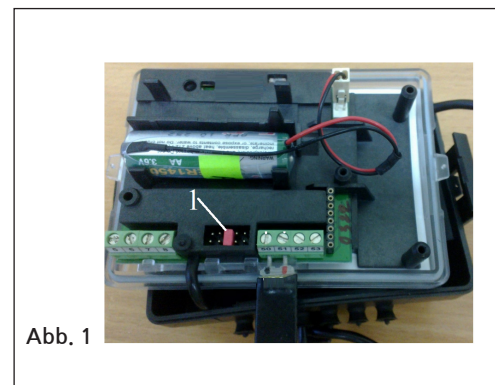

Abb. 1
- 1) Die Energie-Pulsausgänge (Abb. 1) sind mit dem Pulszähler zu verbinden (nicht erforderlich, wenn die Messergebnisse direkt von Display abgelesen oder per digitaler Schnittstelle ausgelesen werden)
- 3) Der Beglaubigungsmodus ist aktiviert durch Setzen des TEST Jumpers (Pos.1 Abb. 1).
- 1) Die Volumen-Pulsausgänge (Abb. 1) sind mit dem Pulszähler zu verbinden (nicht erforderlich, wenn die Messergebnisse direkt von Display abgelesen oder per digitaler Schnittstelle ausgelesen werden)
- 2) Der Beglaubigungsmodus ist aktiviert durch Setzen des TEST Jumperkontakte 1 (Abb. 1).